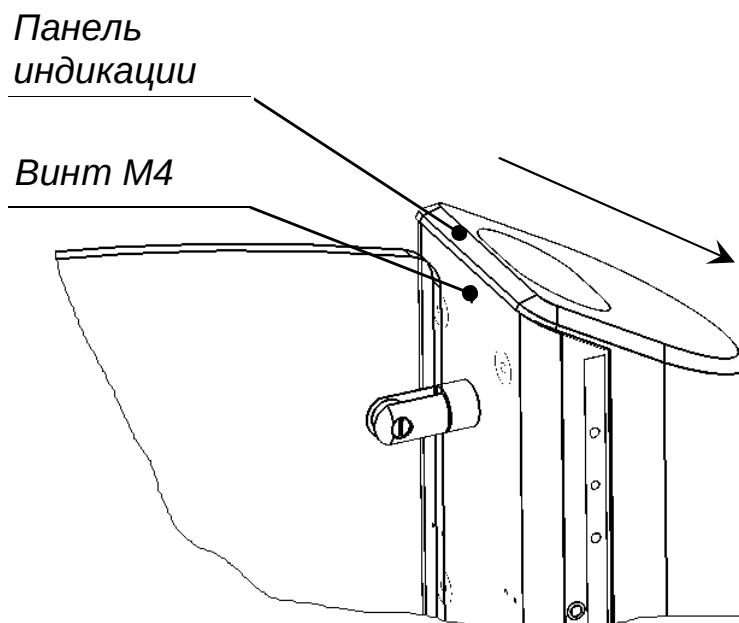

Рис. 14
6.5.1. Снимите декоративную заглушку и открутите винт М4 на задней стенке картоприемника (рис. 14).
6.5.2. Сдвиньте панель индикации картоприемника до упора в направлении, указанном на рис. 14. Аккуратно поднимите панель.